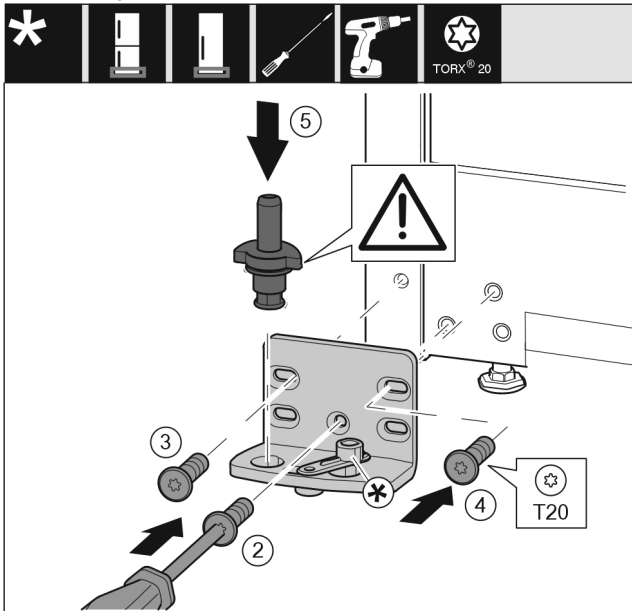

Fig. 17
- Lagerbock auf der anderen Seite ansetzen und mit Hilfe eines Schraubendrehers anschrauben. Mit der Schraube Fig. 17 (2) unten in der Mitte beginnen.
- Schraube Fig. 17 (3) und Schraube Fig. 17 (4) festschrauben.
- Lagerbolzen Fig. 17 (5) komplett einsetzen. Dabei darauf achten, dass der Rastnocken nach hinten zeigt.